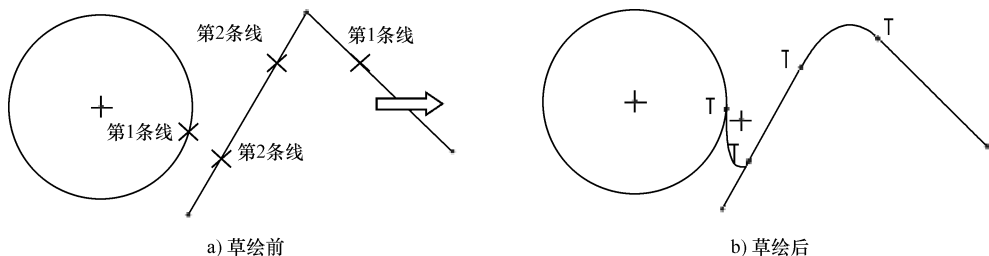

图 3-33 草绘椭圆角
【例 3-18】完成椭圆角, 如图 3-33 所示。
(1) 单击【草绘器工具】工具栏【圆形】按钮右侧的, 在打开的【圆角】工具箱中单击【椭圆形】按钮, 使其处于按下状态。
(2) 在图形区第 1 条线上“x”标志处单击, 拾取第 1 条线, 如图 3-33 所示。
(3) 在图形区第 2 条线上“x”标志处单击, 拾取第 2 条线, 如图 3-33 所示。
(4) 若继续草绘椭圆角, 执行步骤 (2) ~ 步骤 (3), 否则执行步骤 (5)。
(5) 单击鼠标中键, 结束草绘椭圆角操作, 回到选择状态。